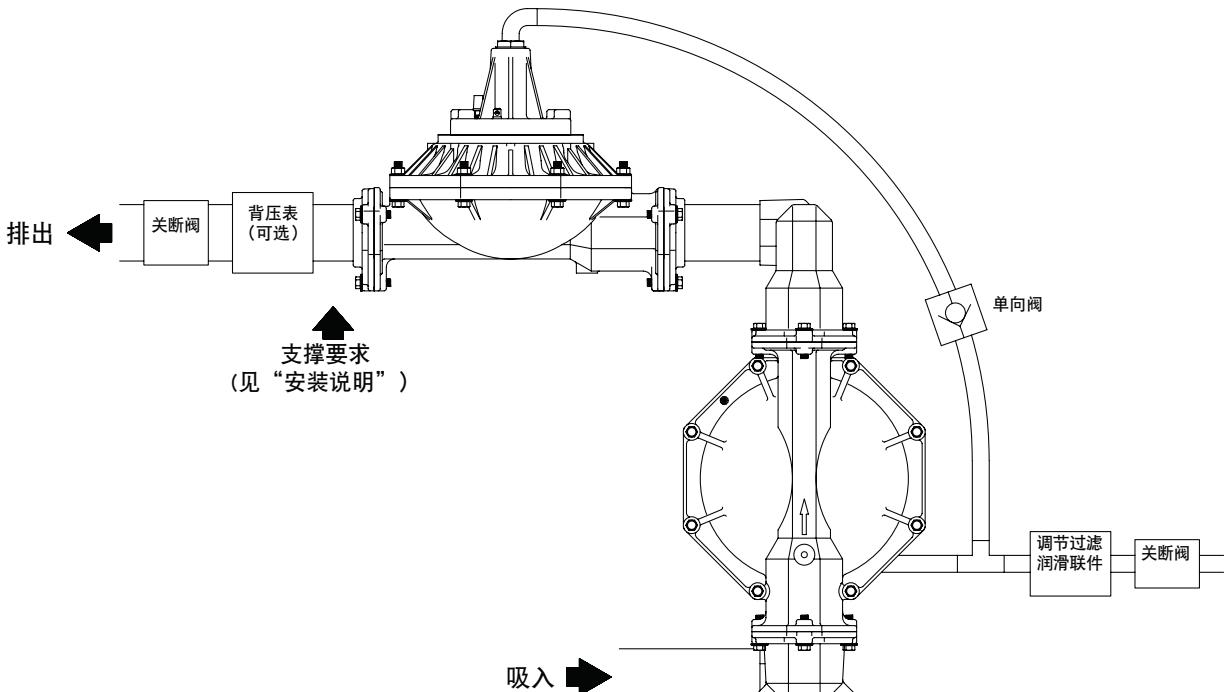

图 2
- 将 SHOCK BLOCKER 脉动减振器放置在尽可能靠近泵出口处(如图2所示)。